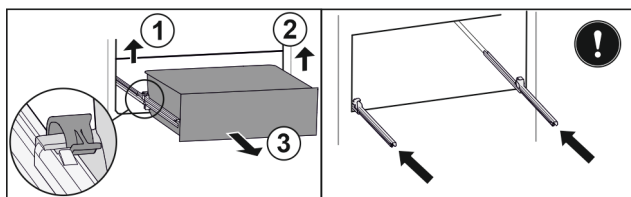

Fig. 62
- Nadvihnite ľavú svorku a súčasne ťahajte zásuvku vľavo dopredu. Fig. 62 (1)
- Nadvihnite pravú svorku a súčasne ťahajte zásuvku vpravo dopredu. Fig. 62 (2)
- Odoberte zásuvku dopredu. Fig. 62 (3)